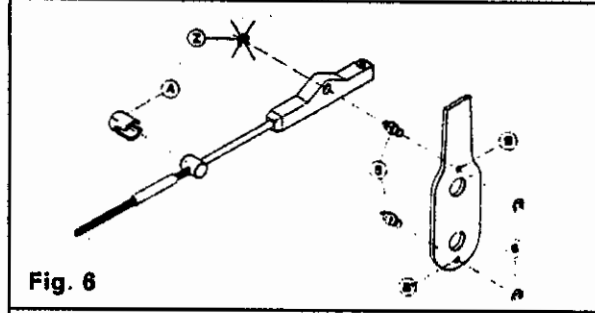

Fig. 6
**INSTALLAZIONE CON KIT DI CONNESSIONE K24 (Fig. 6)**
Inserire l'adattatore A nell'apposita sede sulla semiscatola (Fig. 6).